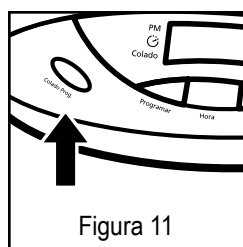

Figura 11
5. Pressione o botão para ativar o preparo de café programado “Preparo Prog.”. Veja a figura 11.